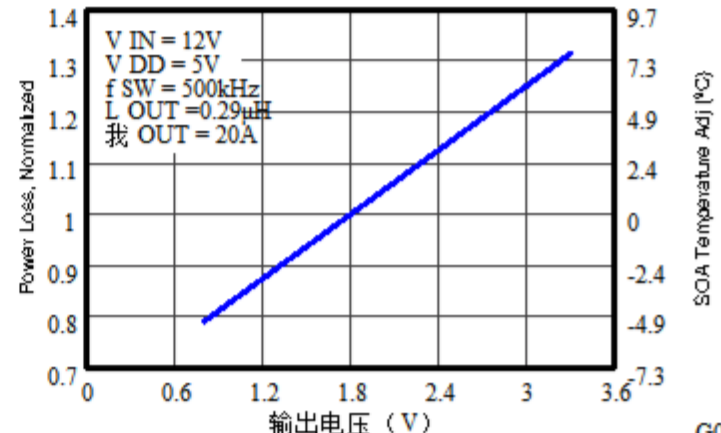

图10. 标准化功耗与输出电压的关系
- 输出电压的标准化功率损耗 ≈ 0.93 （图10）
- SOA调整输出电压 $\approx 1.0^\circ C$ （图10）